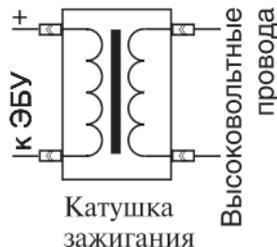

Рис. 3
**Инжекторный двигатель** - желтый провод выведите под капот и подключите к управляющему проводу модуля зажигания, рис. 2, или коммутируемому проводу катушки зажигания, рис. 3. Также возможно подключение к коммутируемому проводу форсунки, рис. 5.